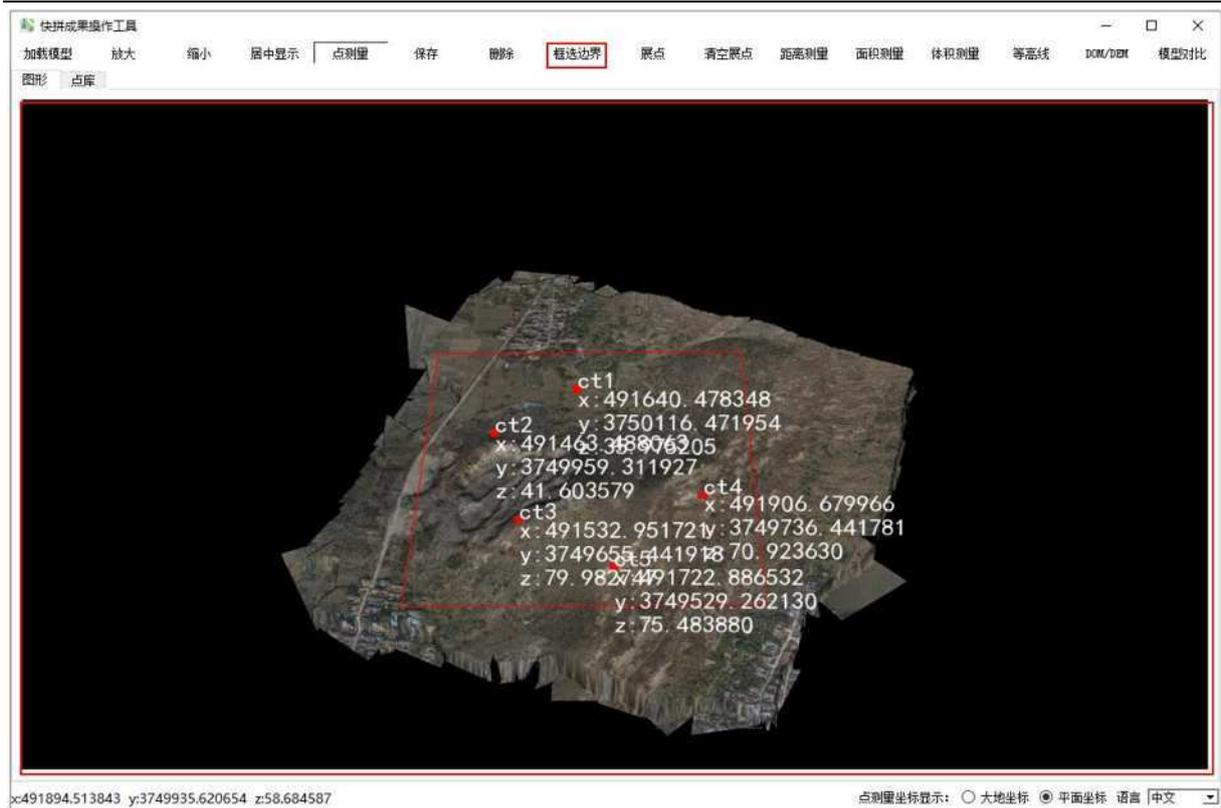
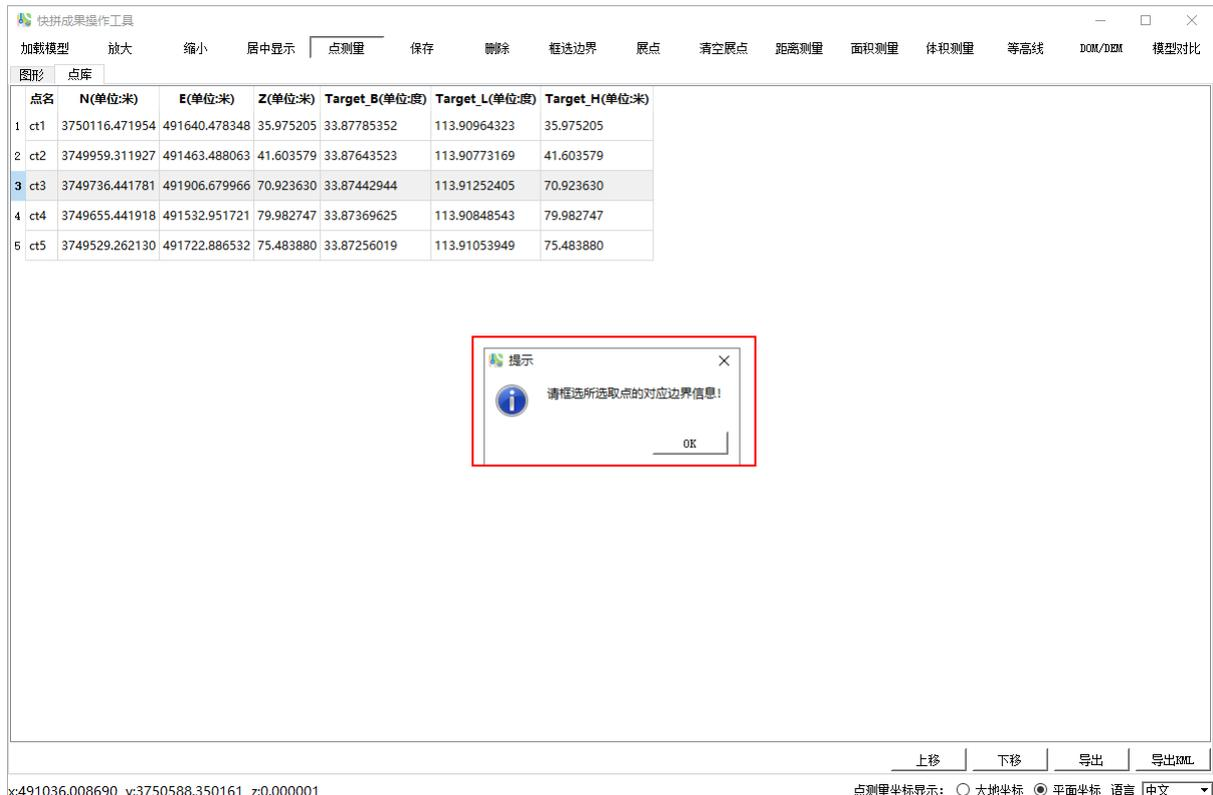

图 2-51 框选边界
图 2-52 导出 kml 时无框选边界提示
- 9) 用户点击“框选边界”，按住 **shift** 键拖动鼠标框选点标记，尽量将所有点标记框选在内，如图 2-51 所示，如果没有框选边界，导出点库到 **kml** 文件时会有提示，如图 2-52 所示。